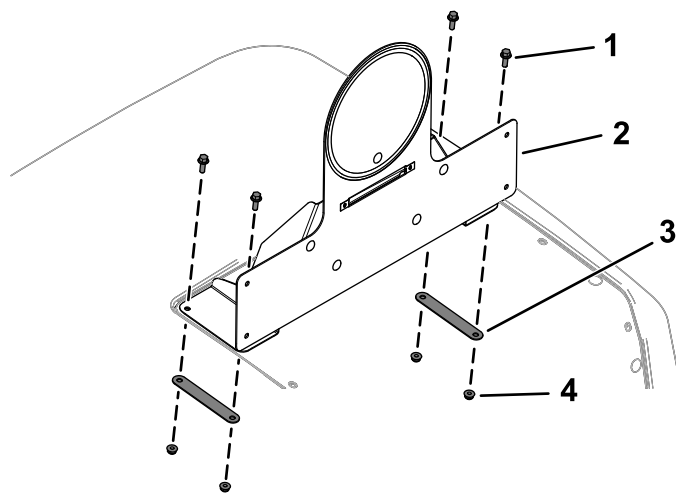

Figura 33
12. Fije el conjunto del soporte de la placa de velocidad al capó con 4 pernos con arandela prensada (1/4" x 3/4"), 2 soportes traseros y 4 contratuercas (1/4"), como se muestra en la Figura 33.